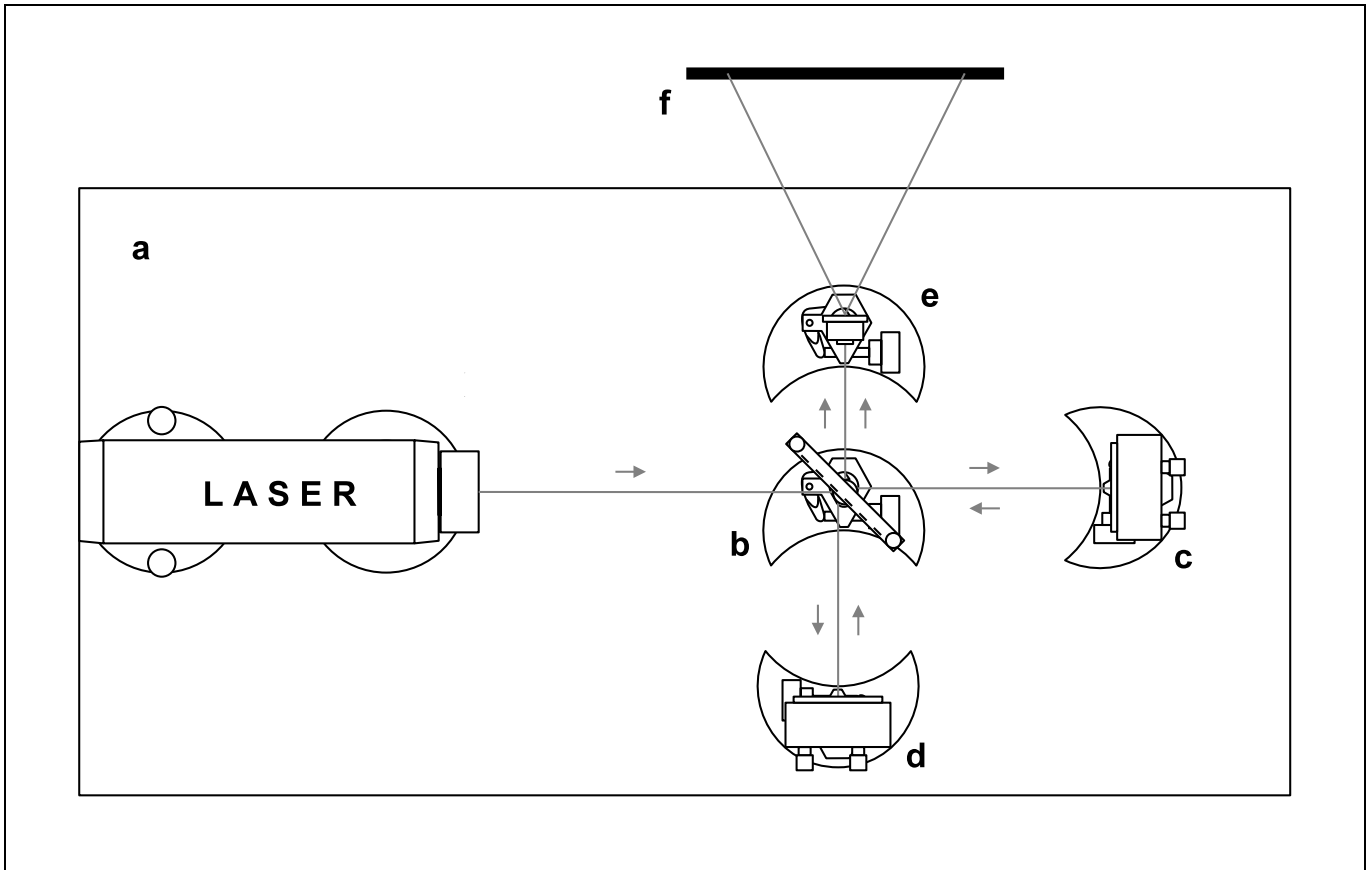

Fig. 2: Aufbau des Michelson-Interferometers auf der Laseroptik-Grundplatte, von oben betrachtet
Die Anordnung des Michelson-Interferometers auf der Laseroptik-Grundplatte ist in Fig. 2 dargestellt. Zum Aufbau sind folgende Schritte notwendig:
- anschließend den Strahlteiler gemäß Fig. 2 unter einem Winkel von 45° in den Strahlengang bringen; dabei die teildurchlässige Schicht des Strahlteilers am besten dem Laser zuwenden.
- durchscheinenden Schirm (f) im Sockel befestigen und gemäß Fig. 2 hinter der Laseroptik-Grundplatte so aufstellen, daß er mittig vom Laserstrahl getroffen wird.
- Planspiegel (d) gemäß Fig. 2 in den vom Strahlteiler (b) reflektierten Teilstrahl stellen; dabei eine ähnliche Entfernung vom Strahlteiler wählen wie beim Planspiegel (c).